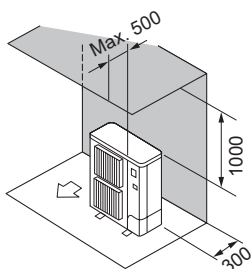

Fig. 2-7
- ② Překážky pouze vzadu a nahoře (Fig. 2-7)